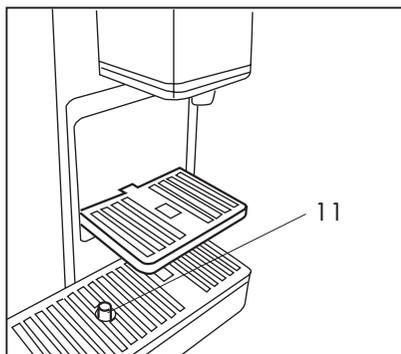

Fig. 18
Cuando el flotador nivel cubeta rojo (11) sale del agujero (Fig. 18) significa que el agua recogida en la cubeta está superando el nivel máximo.